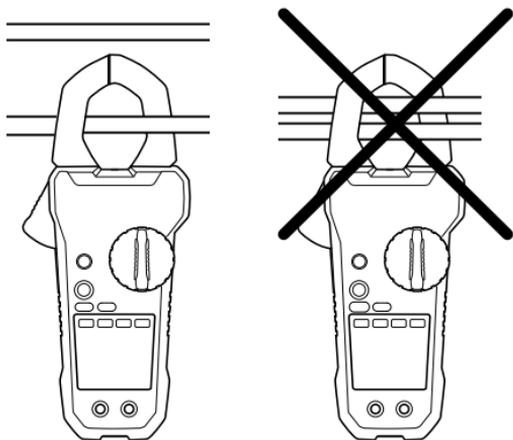

Abbildung 5.1 Richtiger und falscher Aufbau
Wenn Sie die Stromstärke mit den Klemmbacken messen, sollte nur ein Leiter in den Backen eingeschlossen sein; siehe Abbildung 5.1.
3. Drücken Sie den Auslöser, um die Klemmbanken zu öffnen. Umschließen Sie einen Leiter vollständig; siehe Abbildung 5.1. Sie erhalten optimale Ergebnisse, wenn sich der Leiter mittig in den Klemmbanken befindet.